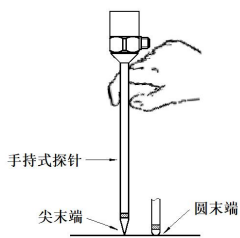
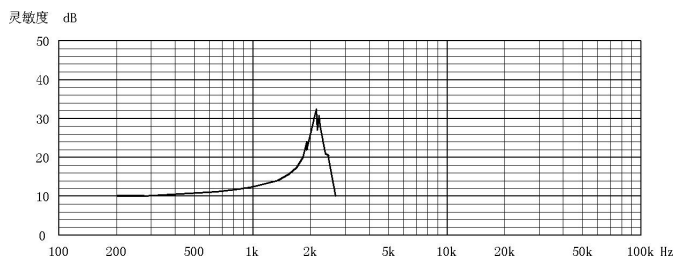

图 9 探针安装示意图
图 10 探针安装频响曲线图
(4) 探针安装：当因测试表面狭小等，不能采用以上较可靠的安装方法时或对设备进行快速巡检时，手持探针安装是一种方便的安装方法。由于这种安装方法安装谐振频率低，所以，仅能用于低于 1000Hz 的测试。探针安装示意图及频响曲线图如图 9、图 10 所示：